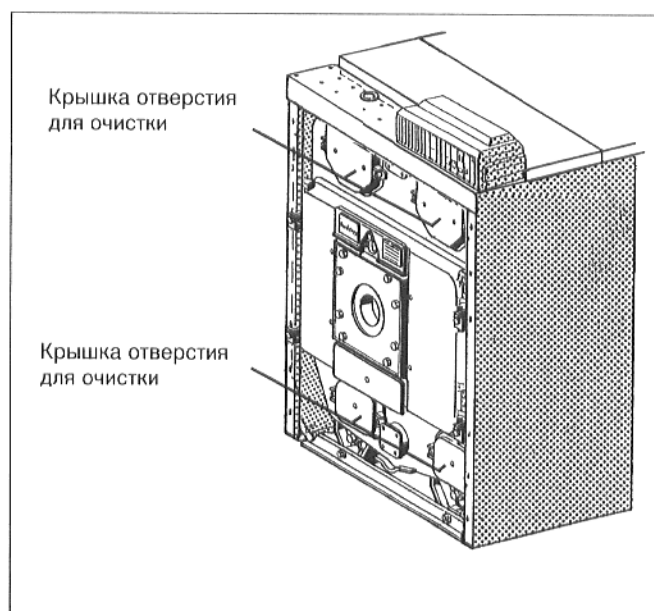

Рис. 59
- Отвинтить крышки отверстий для очистки, сверху и внизу у переднего элемента (рис. 59).